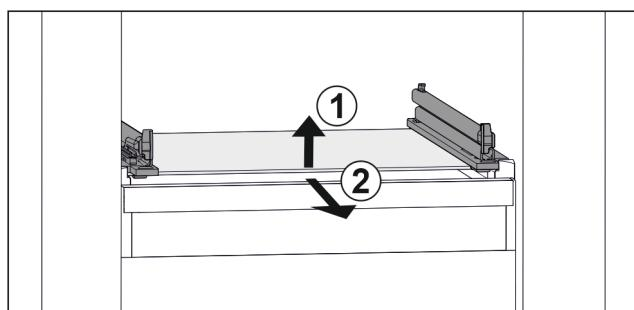

Fig. 32 Примерное отображение стеклянной пластины
- Приподнимите стеклянную пластину спереди. Fig. 32 (1)
- Извлеките стеклянную пластину движением вперед. Fig. 32 (2)